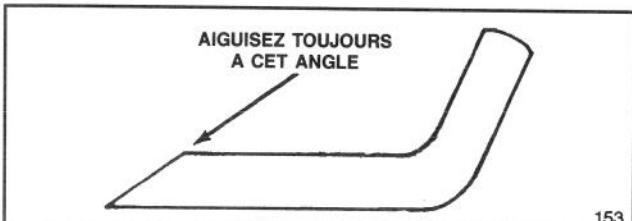

Figure 18
6. AIGUISAGE DE LA LAME—Servez-vous d'une lime pour aiguiser le côté supérieur de la lame et préserver l'angle de coupe initial (figure 18). La lame restera équilibrée si vous enlevez le même volume de matériau des deux bords de coupe.